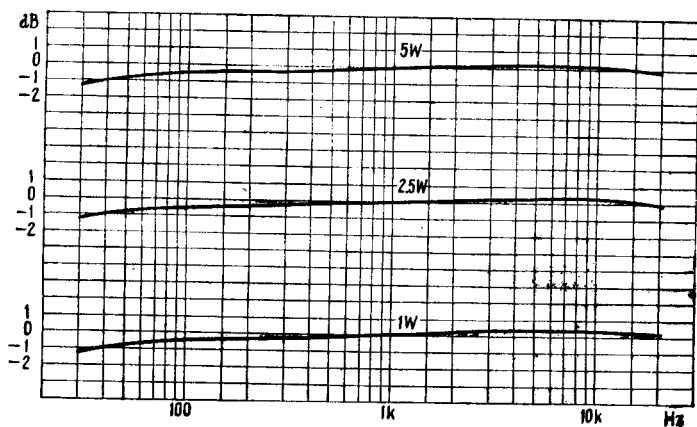
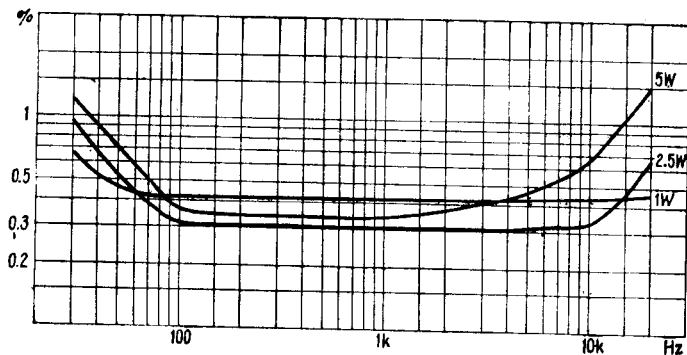

图 6 频率响应曲线
图 7 谐波失真度曲线
6. 本机的频率响应曲线和谐波失真度曲线分别如图 6 和图 7 所示。